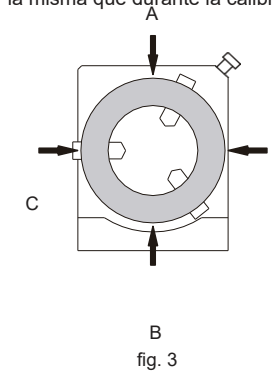

fig. 3
- Ajuste el soporte del indicador para que la sonda del indicador entre en contacto con la superficie de medición del anillo de ajuste y gire el volante para observar la lectura del indicador. Cuando el orificio de ajuste A se gire hasta la posición superior (Fig. 3), ponga a cero la lectura del indicador y, cuando el orificio de ajuste B se gire hasta la posición superior, anote la lectura del indicador. Si A es mayor que B,